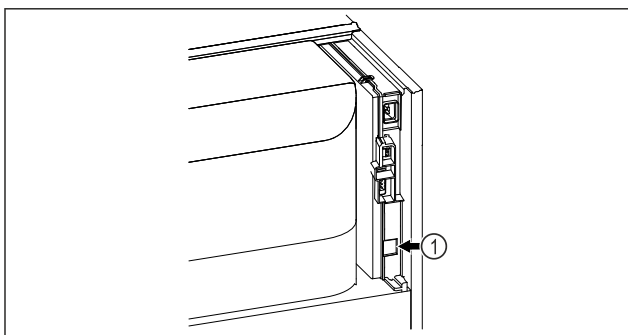

Fig. 139
- SmartModule Fig. 139 (1) è inserito.